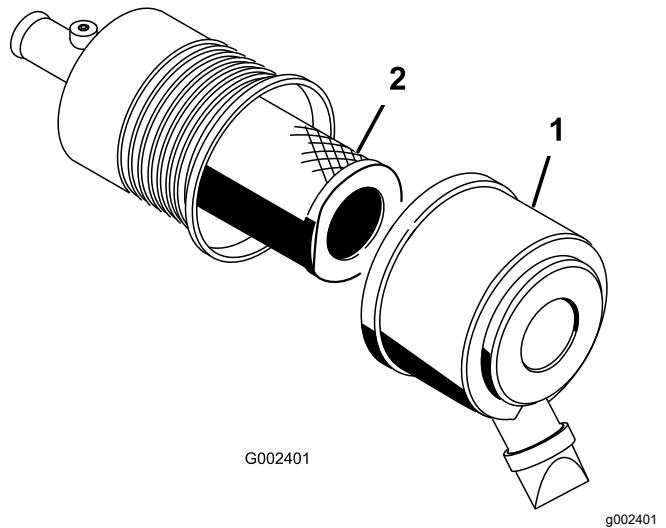

Figura 55
2. Rilasciate i fermi che fissano il coperchio del filtro dell'aria al relativo corpo (Figura 55).
3. Togliete il coperchio dal corpo del filtro dell'aria (Figura 55).
5. Togliete il filtro e sostituitelo (Figura 55). Non pulite l'elemento usato perché la pulizia potrebbe danneggiare il mezzo filtrante.